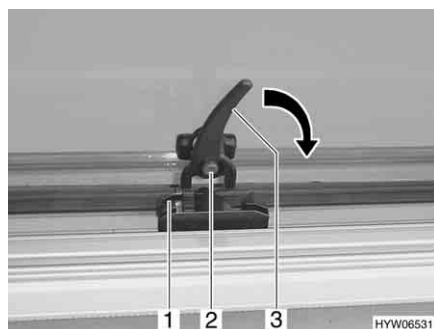

Fig. 53 Leva di serraggio (posizione "Aperto")
- Premere il bottone di sicurezza (Fig. 53,2) e mantenerlo premuto.
- Ruotare la leva di serraggio (Fig. 53,3) nella direzione della freccia di un quarto di giro verso il telaio della finestra.
- Ruotare la leva di serraggio (Fig. 53,3) di un quarto di giro verso il centro della finestra.
- Ruotare la leva di serraggio in senso antiorario. Il bloccaggio deve entrare nell'apertura sinistra (Fig. 53,1) del dispositivo di bloccaggio (Fig. 54).
- Rilasciare il bottone di sicurezza (Fig. 53,2).